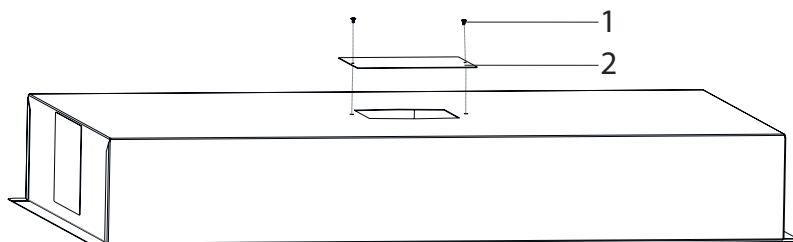

Fig. 20
2. ► Montera täckplattan på toppen av fläkten med 2 x 3,5x9 skruvar på för att täcka hålet (Fig. 20).